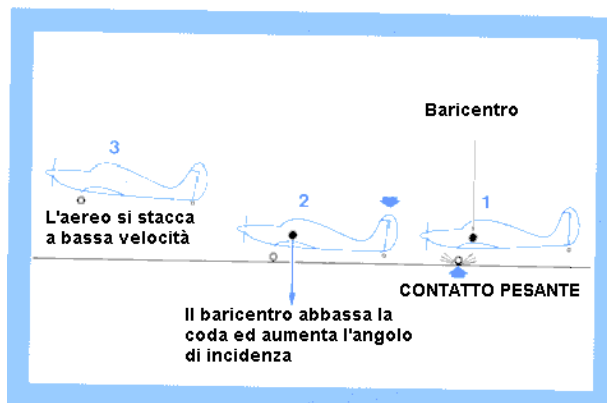

Figura 59
A differenza dei tricicli, in cui il carrello principale si trova dietro il centro di gravità, i bicicli hanno una tendenza naturale ad aumentare l'angolo di incidenza quando il contatto avviene sulle sole ruote principali (figura 59). Siccome un atterraggio "arrotato" comporta che il contatto col suolo avvenga con un assetto pressoché livellato, pertanto ad una velocità superiore al normale, all'aereo basterà un piccolo incoraggiamento per distaccarsi nuovamente da terra,
- 3) Se, avendo eseguito la richiamata e chiuso la manetta, l'aereo continua galleggiare poco sopra la pista, resistete alla tentazione di spingere la barra, poiché questa è la ricetta per un bel disastro, come illustrato dalla figura 59. Controllate invece che il motore sia al minimo. Se così è e l'aereo finalmente tocca, troppo avanti lungo la pista per i propri gusti, probabilmente la velocità d'avvicinamento è stata eccessiva.
- b) ci sarà una tendenza del carrello a far alzare il muso e ad aumentare l'angolo d'attacco, causando un imbarazzante rimbalzo (vedi figura 59).
Quando questo avviene, l'aereo si troverà in una situazione potenzialmente pericolosa – cabrato, lento e vicino al suolo. La reazione istintiva di molti piloti è di spingere la barra avanti, ma questo può causare un contatto molto duro sulle ruote principali. Alcuni piloti, di fronte alla situazione della figura 59 tendono a tirare completamente la barra verso di sé, ma questo può causare uno stallo e culminare in un tipo diverso di atterraggio su tre punti, quello in cui si tocca con una ruota, la punta di un'ala e l'elica!